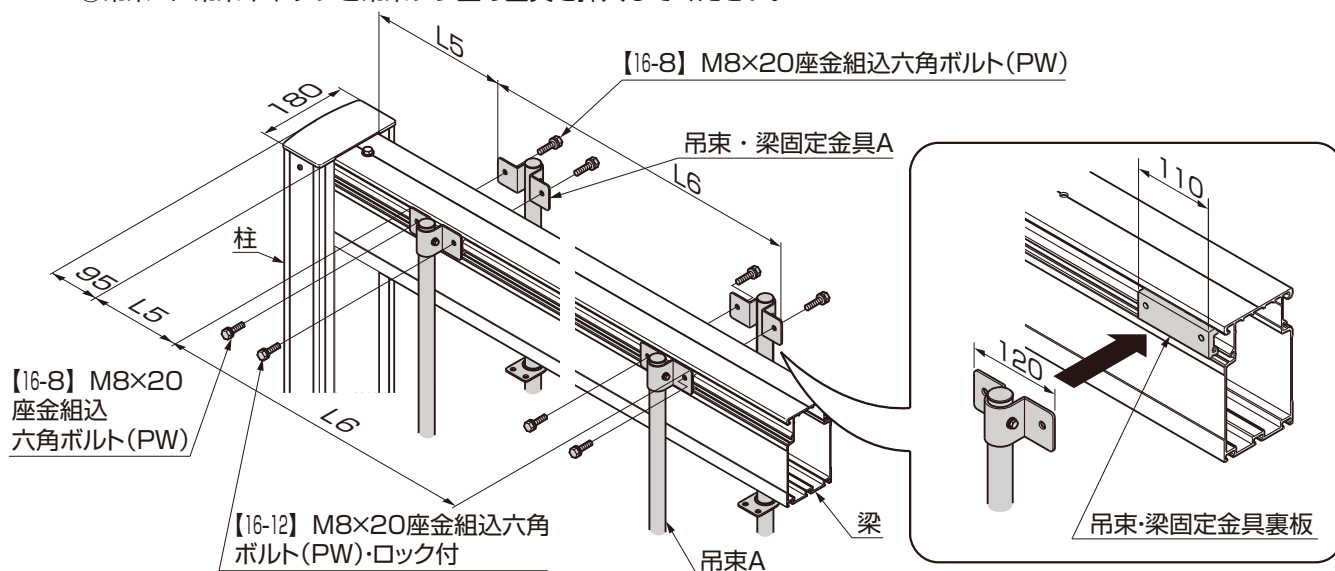

図4-2
- ③梁側面に挿入した吊束・梁固定金具裏板に吊束・梁固定金具Aを【16-8】、【16-12】で固定してください。(図4-2、表4-1、表4-2参照)